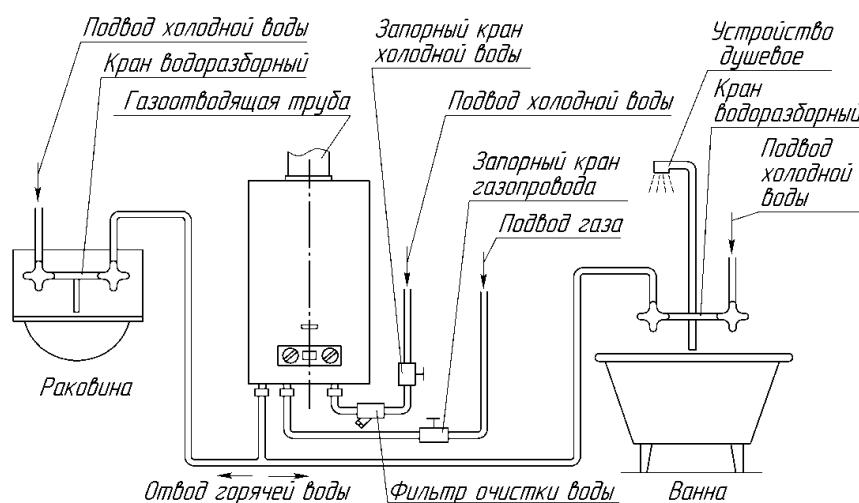

Рисунок 3. Схема установки аппарата
2.1.10. Схема установки (подключения) аппарата приведена на рис.3. Рекомендуется сначала подключить аппарат к водопроводной сети, заполнить систему аппарата водой и затем подключить его к газовой сети.
2.3.1. Для увеличения срока службы аппарата и улучшения его эксплуатационных характеристик рекомендуется устанавливать перед аппаратом фильтр очистки воды (см. рис. 3).
2.3.2. Для облегчения последующего технического обслуживания необходимо установить перед аппаратом запорный кран на трубопроводе подвода холодной воды (см. рис. 3). Запорный кран должен быть легко доступен.